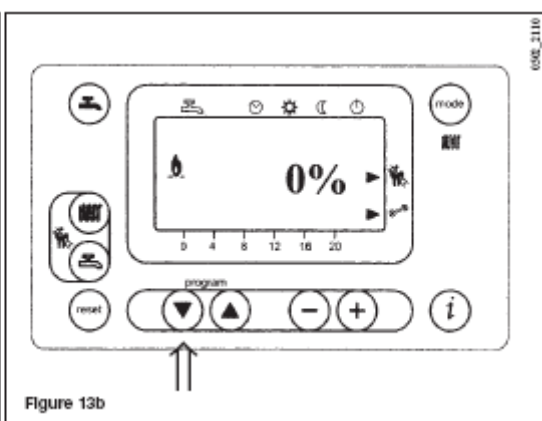

Рисунок 13b
- Нажать кнопку , чтобы установить минимальную тепловую мощность на выходе с индикацией 0% на дисплее (рисунок 13b).